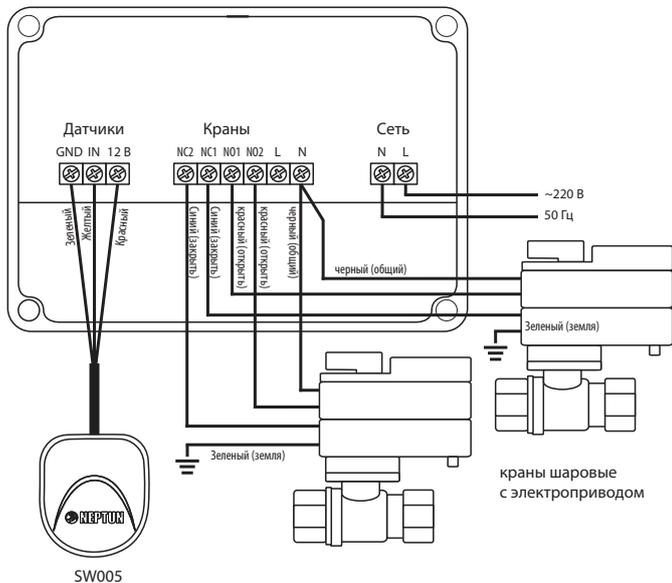

Рис. 8. Схема подключения датчиков, кранов с электроприводом серии JW5000 220 VAC и серии Neptun Bugatti 220 В к модулю управления Neptun Base
- К модулю управления Neptun Base подвести фазу и ноль согласно схеме подключения (рис.8)
- выполните соединение проводов в соответствии со схемой на рис. 8 и 9 (в зависимости от того, какие краны с электроприводом вы используете);